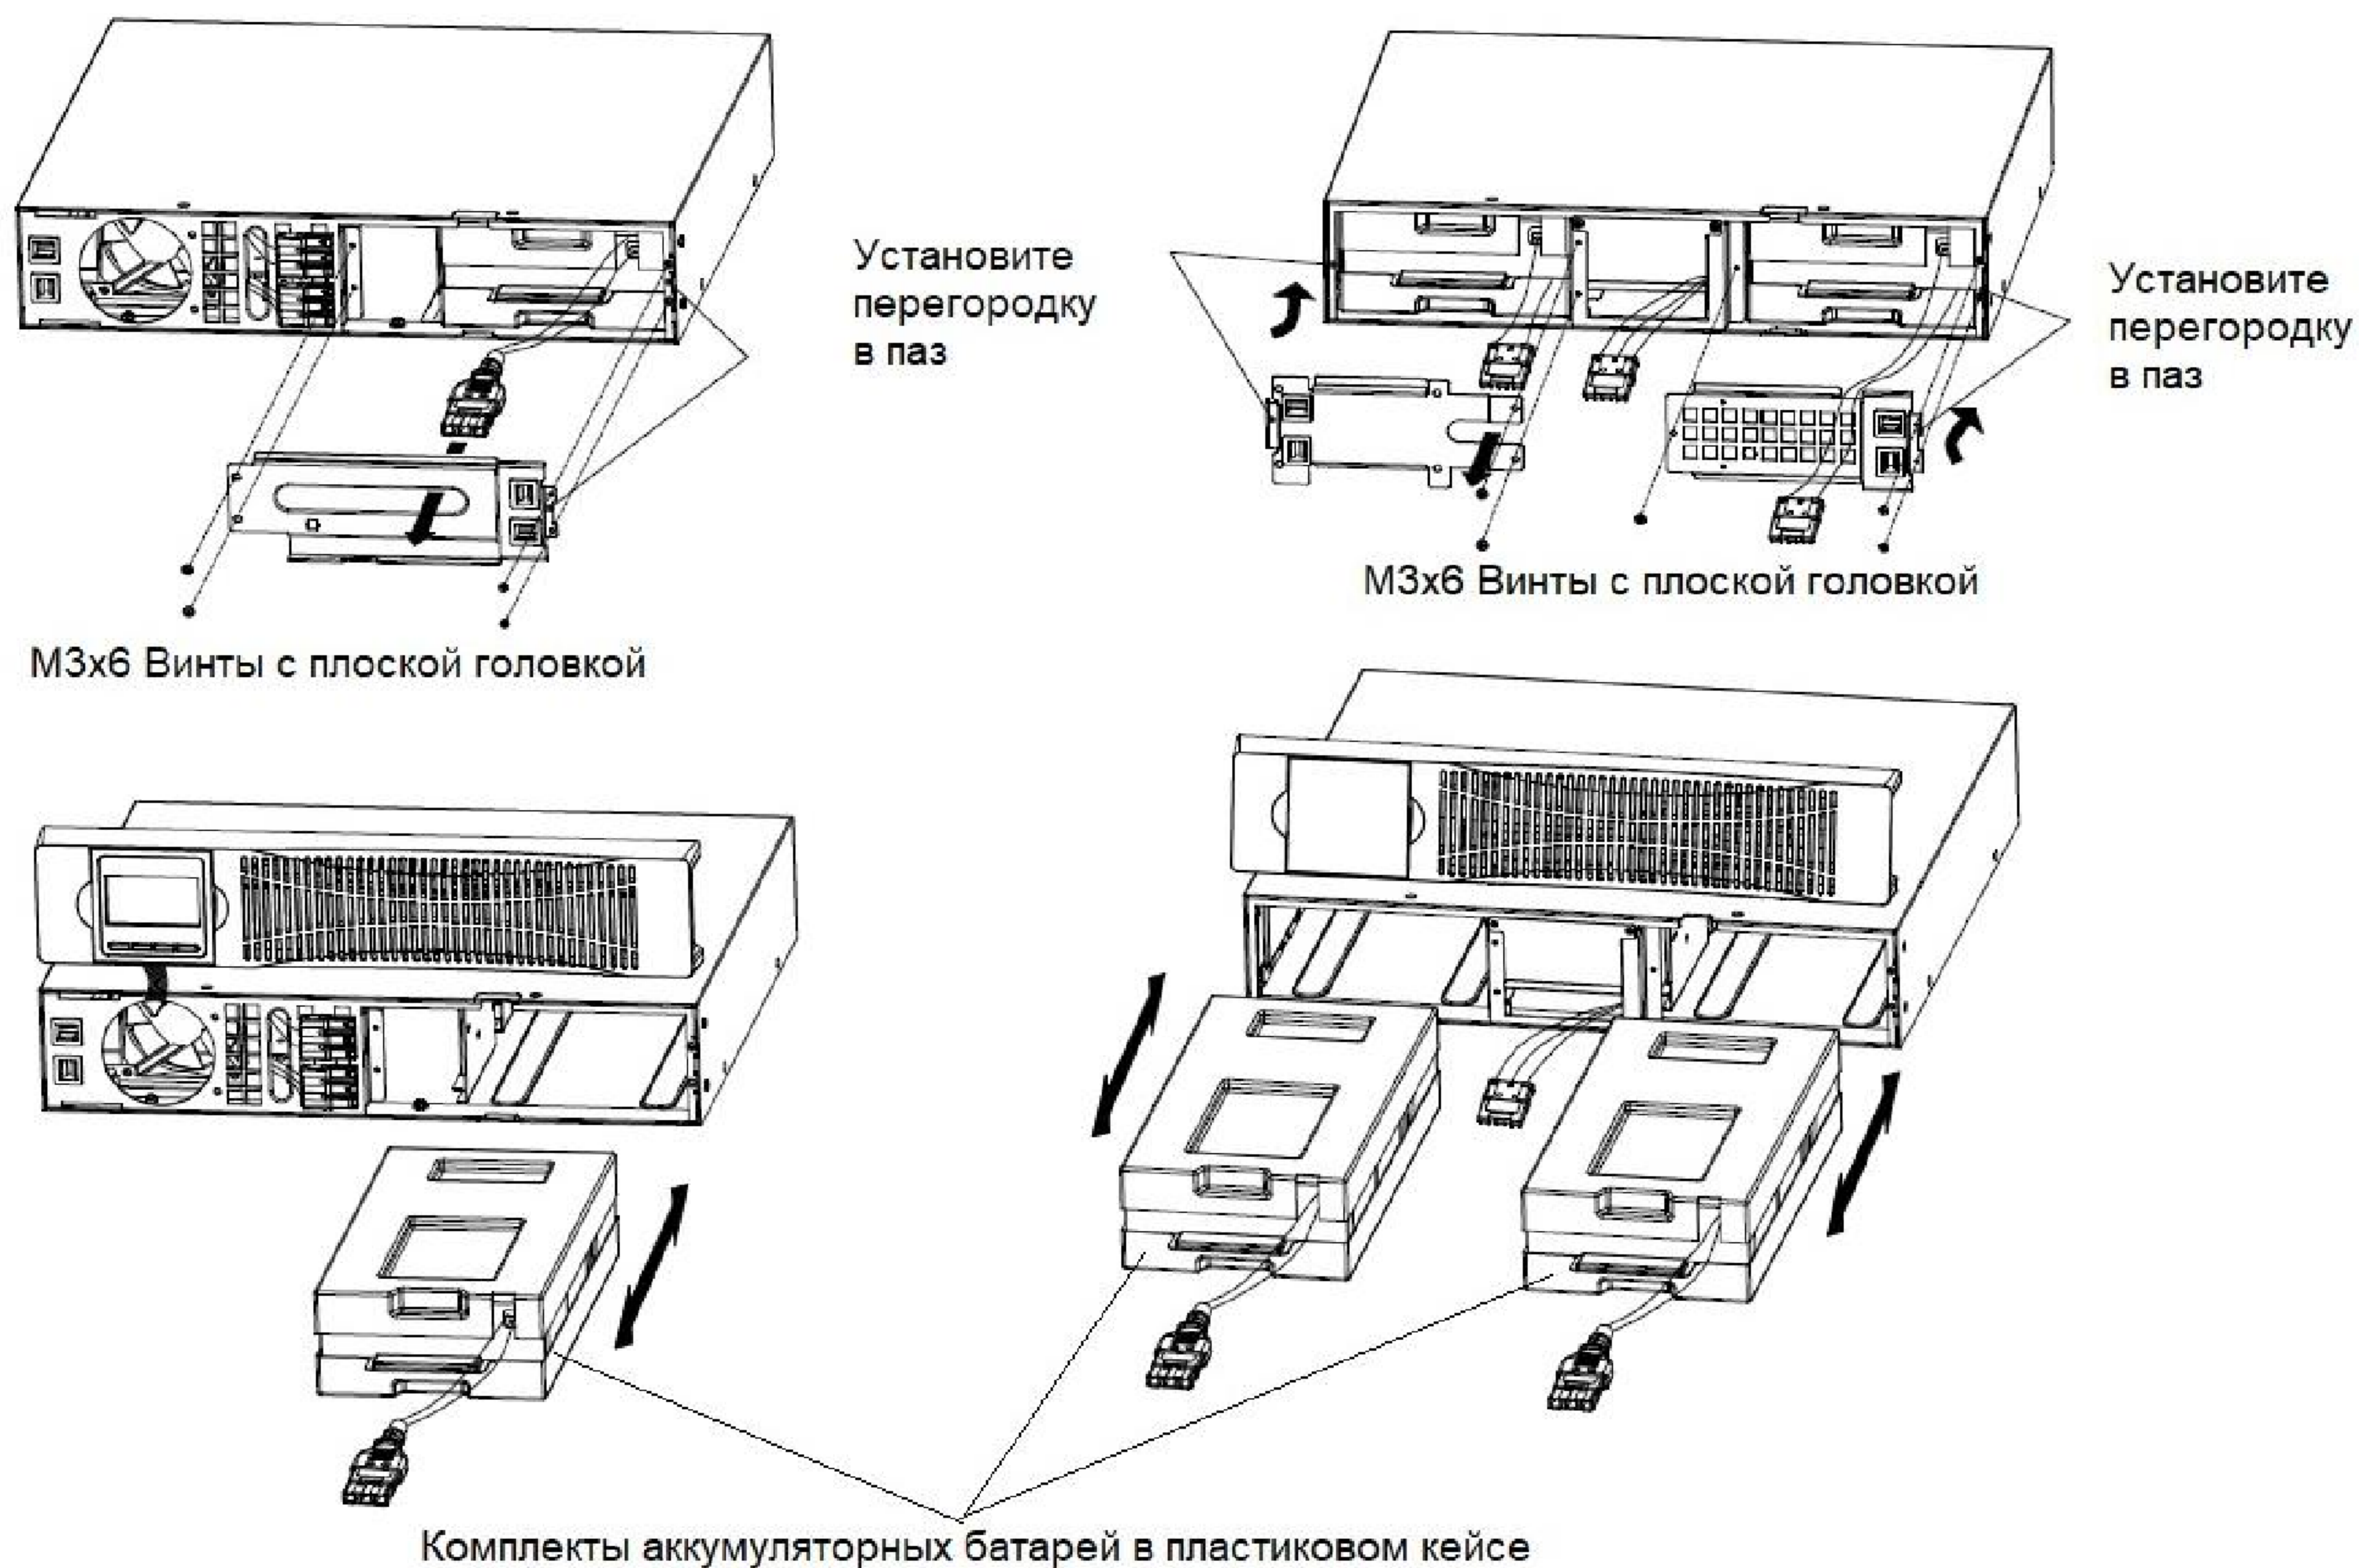

Рис.21 — Замена аккумуляторных батарей в ИБП и дополнительном блоке батарей
- 2) Отсоедините кабели, соединяющие отсек аккумуляторных батарей ИБП (один комплект батарей) или дополнительного блока батарей (два комплекта батарей). Открутите винты на перегородке отсека аккумуляторных батарей (см. Рис.21), затем извлеките левую или правую перегородки;